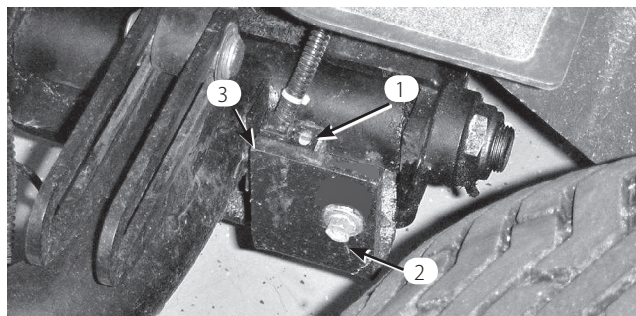

図 12
- 昇降アームのスイッチのブラケットを4番昇降アーム（左前）に固定しているキャリッジ・ボルトのナットをゆるめる（図12）。